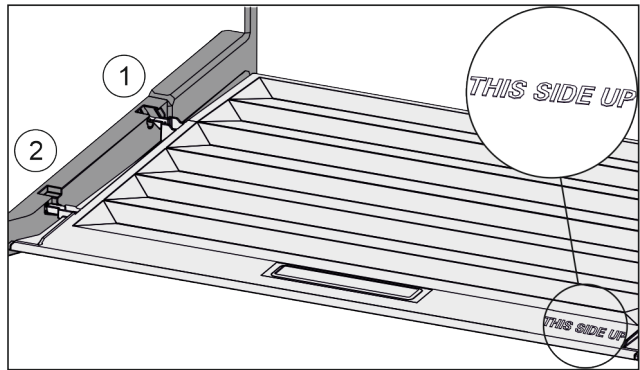

Fig. 116
- ▶ Deckelstege über Öffnung der hinteren Halterung *Fig. 116 (1)* einführen und vorne in Halterung *Fig. 116 (2)* einrasten.